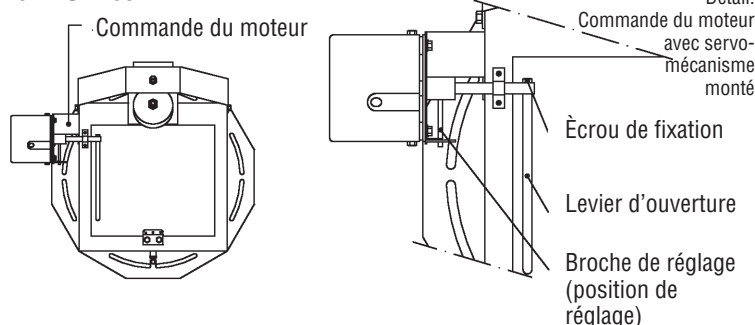

Fig. 5
5. Tournez la broche de réglage de la commande du moteur en position ouverte. (Fig. 5)